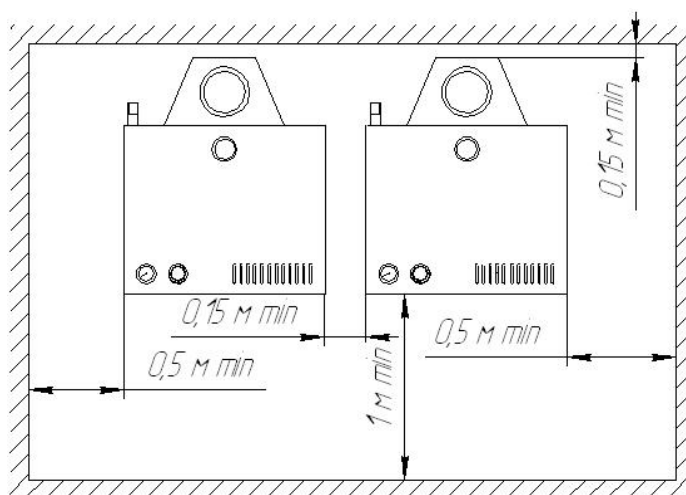

Рис. 5
5.4 Котел /котлы/ устанавливаются в помещении с обязательным обеспечением необходимых для обслуживания и ремонта расстояний в соответствии с рис. 5 /вид сверху/.